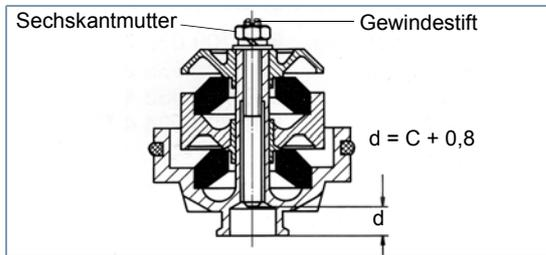

Abb. 5 Maß d (Gerät mit zwei Gummifedern)
- Gewindestift durch Festdrehen der Sechskantmutter kontern (siehe Abb. 5).
- i** Die Einstellung bleibt auch bei Geräten mit längerem Abstufungsweg (zwei Gummifedern) die gleiche (siehe Abb. 5).